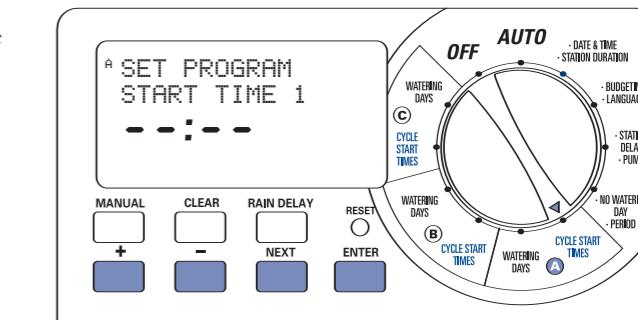

Figura 5: Impostazione dell'ora di inizio
- Portare il selettori in posizione **CYCLE START TIMES** (Ora inizio ciclo) per il programma che si desidera impostare. Il display visualizza A o B o C, a seconda del programma selezionato. [Vedere la Figura 5]